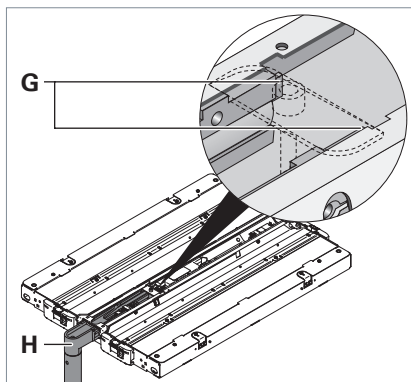

Fig. 20: Leuchtenchassis demontieren bei einer Leuchte mit seitlicher Anbindung.
- Drücken Sie die beiden Enden **G** des Tragarms **H** mit einer Zange zusammen und ziehen Sie das Leuchtenchassis vom Tragarm, siehe Fig. 20.